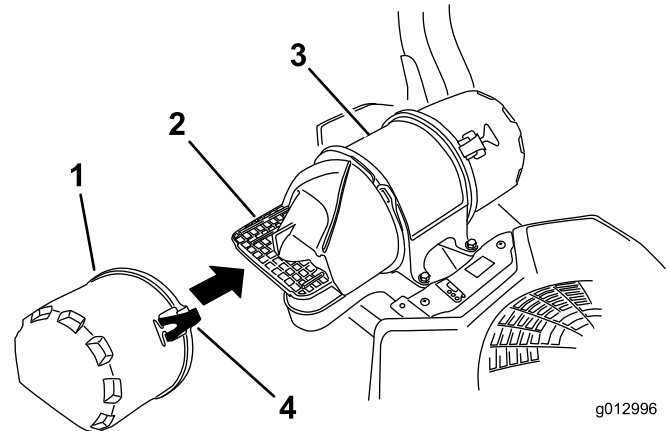

Figura 63
3. Abra los cierres del limpiador de aire y tire de la tapa de la entrada de aire para separarla del cuerpo del limpiador de aire (Figura 63).
5. Instale la tapa de la entrada de aire y sujétela con los enganches (Figura 63).